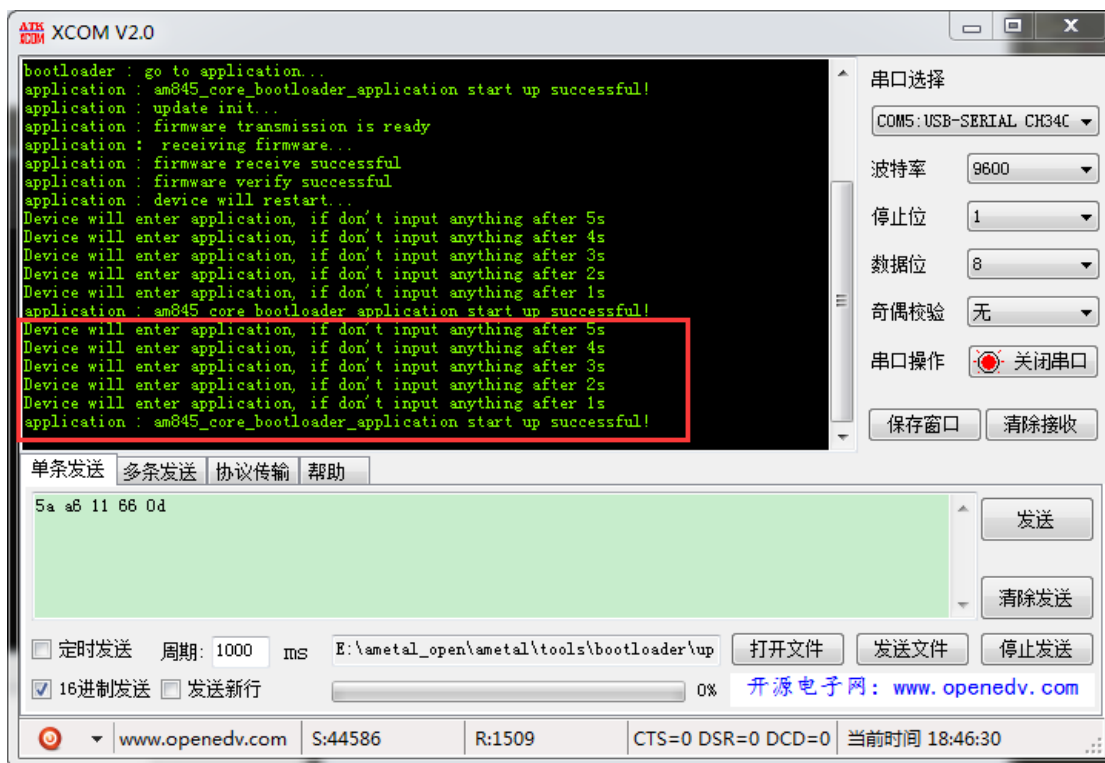

图 31: 复位再运行
5、复位再运行。观察串口助手和开发板可以看见启动延时后，直接跳转至应用代码开始执行，如图 31 所示